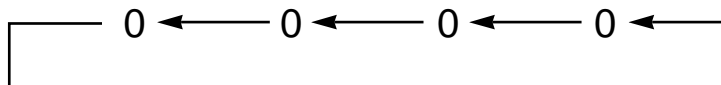

Abb. 7.1.9
- 3.2 Die Taste \triangleleft drücken, um das hell aufleuchtende Digit zu verschieben. Das Anzeigefeld wird jedes Mal wie in Abb. 7.1.9 gezeigt verschoben, wenn die Taste \triangleleft gedrückt wird.